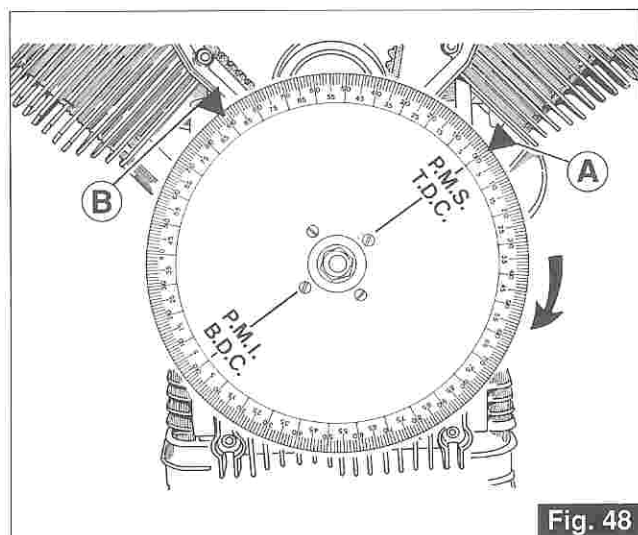

Fig. 48
- Con il disco graduato azzerato rispetto all'indice «A» e il motore nella posizione di P.M.S. (fase di scoppio) del cilindro Sx., applicare un secondo indice «B» nella posizione indicata in fig. 48 (90° dall'indice A).
- With the graduated disk zeroed with respect to the «A» index and the engine in the TDC position (combustion phase) of the left cylinder, fit a second index «B» in the position shown in fig. 48 (90° from A index).